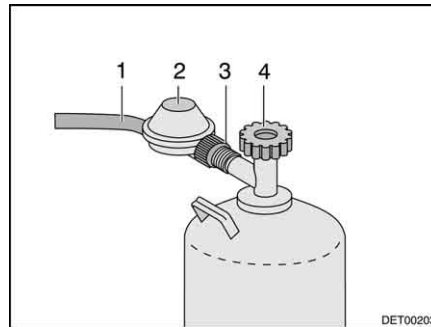

Fig. 29 Raccord bouteille de gaz
- Fermer le robinet principal (Fig. 29,4) de la bouteille de gaz. Observer le sens de la flèche.
- Maintenir le régulateur de pression du gaz (Fig. 29,2) et ouvrir la vis moletée (Fig. 29,3) (filetage à gauche).
- Retirer le régulateur de pression du gaz avec la lyre (Fig. 29,1) de la bouteille de gaz.
- Appliquer le régulateur de pression du gaz (Fig. 29,2) avec la lyre (Fig. 29,1) à la bouteille de gaz et serrer manuellement la vis moletée (Fig. 29,3) (filetage à gauche).